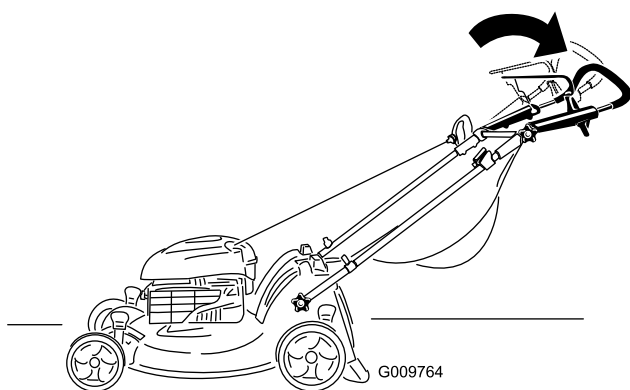

Figure 17
2. Placez la partie supérieure du guidon à la position voulue (Figure 17).